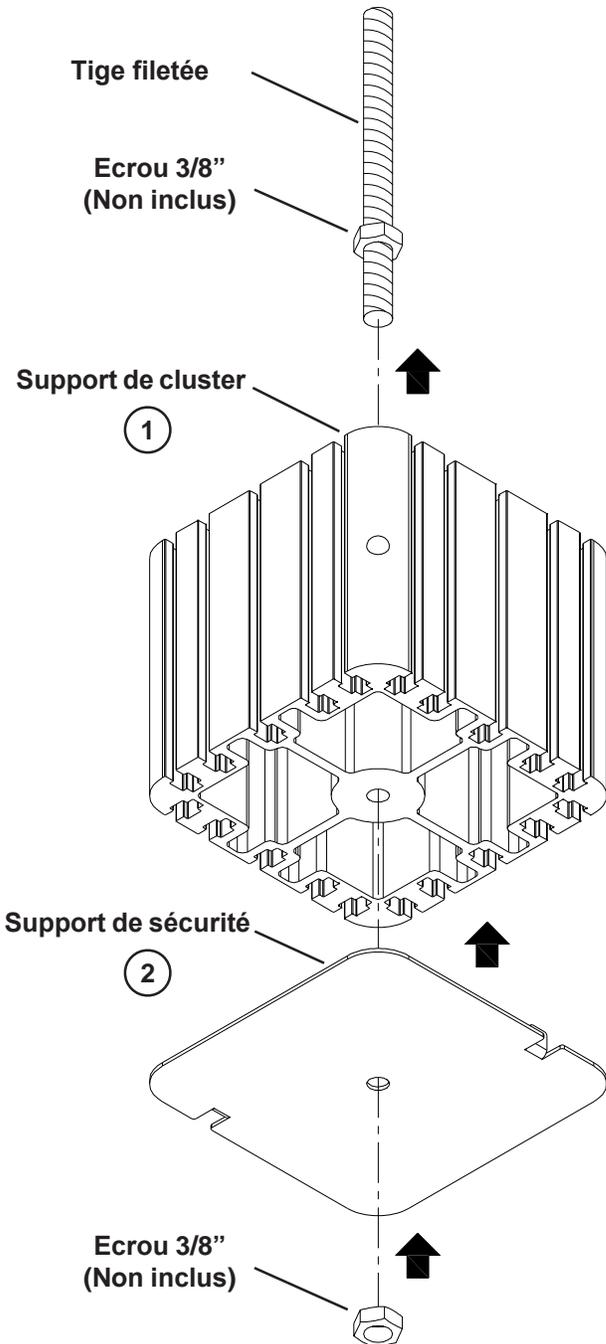

Figure 5:
1. Mettre un écrou 3/8" (non inclus) à au moins 7 cm du bas de la tige filetée 3/8" (Figure 5). Mettre un frein filet non permanent, comme de la Loctite 242, sur l'écrou.
2. Glisser le support de cluster et le support de sécurité (Item 2) sur la tige filetée, avec le trou du plus grand diamètre en face et les encoches bloquées dans les cannelures du support de cluster (Figure 5).
3. Faire pivoter l'ensemble jusqu'à la position désirée et bloquer avec un écrou 3/8" sur la tige filetée. Mettre un frein filet comme de la loctite 242 sur l'écrou et vérifier que tous les filetages de l'écrou sont bien pris sur la tige filetée (Figure 5).